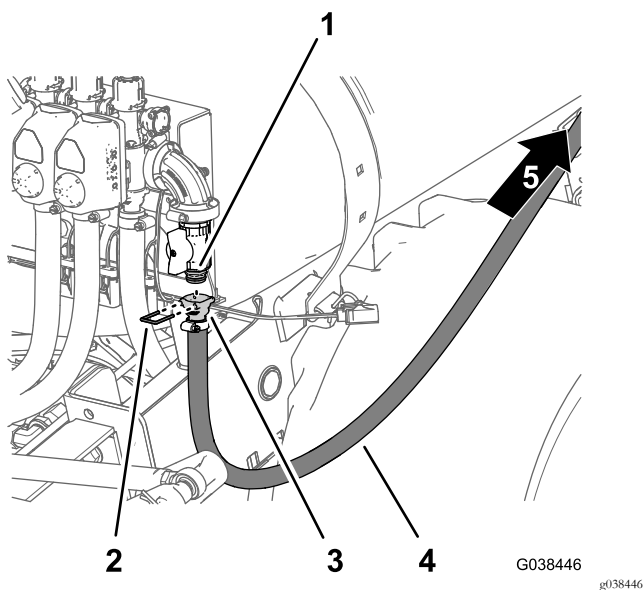

Figura 96
2. Conecte el acoplamiento dentado recto de la manguera al acoplamiento rápido de la válvula de cierre (Figura 96).
- Sujete el acoplamiento dentado recto y el acoplamiento rápido (Figura 96) con la horquilla de retención que retiró en el paso 3 de Instalación de la válvula de cierre del kit opcional de pistola de fumigación o el kit de carrete de manguera eléctrico (página 42).
- Enrute la manguera de alimentación hacia adelante junto al depósito de fumigación hacia el carrete de la manguera (Figura 96).